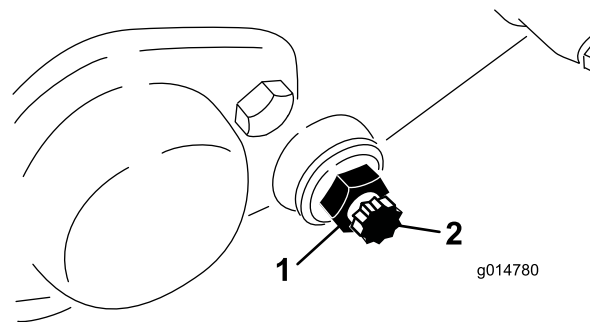

Figura 55
3. Allentate, da ciascun lato della macchina, il controdado che fissa il bullone della barra di appoggio (Figura 55).
4. Togliete i bulloni della controbarra perché quest'ultima possa essere tirata in giù e tolta dalla macchina. Conservate le due rondelle di nylon e le due rondelle in acciaio stampato da ciascun lato della barra di appoggio (Figura 55).